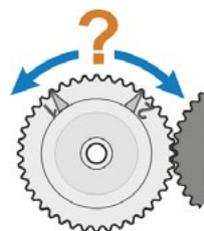

Fig. 7: Osservazione del senso di rotazione
- solo per gruppo di ingranaggi di segnalazione: fare attenzione alla direzione di rotazione della ruota centrale (fig. 7), importante per la sequenza operativa 10!